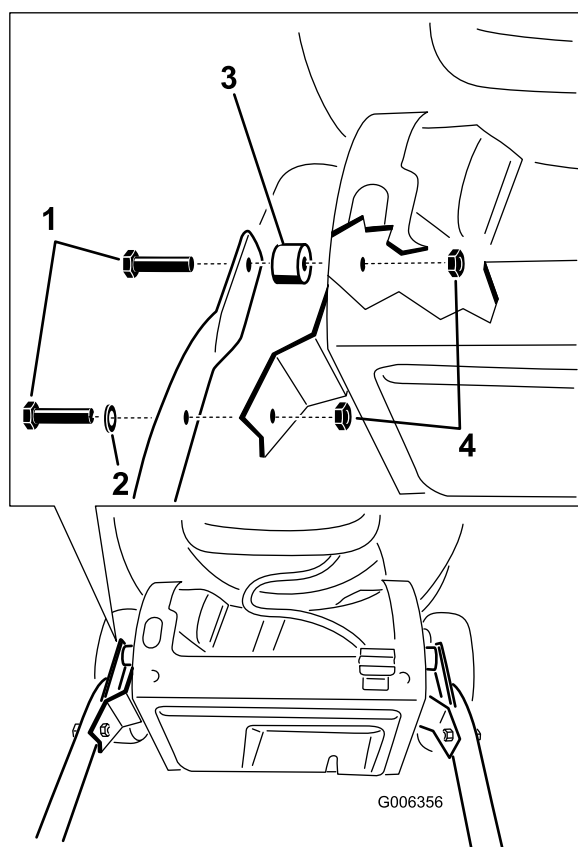

Figura 3
1. Sujete el manillar a la carcasa del cortacésped (Figura 3) usando los 4 pernos, 4 contratuercas, 2 espaciadores y 2 arandelas curvas de la bolsa de piezas sueltas.